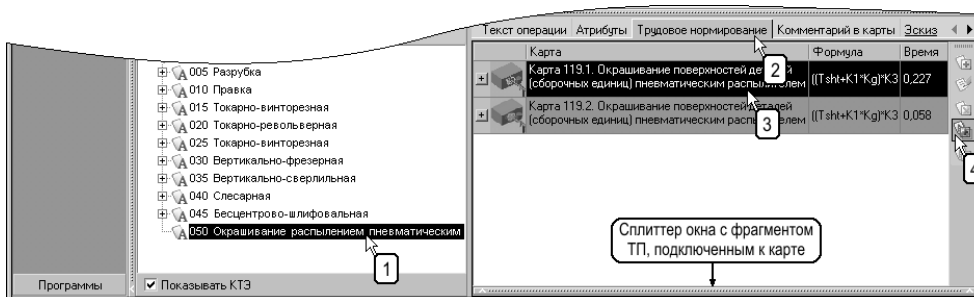

Рис. 9.44. Копирование фрагмента ТП (переходов) и карты в текст операции
Если выполнена предварительная оценка трудоемкости с помощью этого приложения, то технолог имеет оперативный доступ к тем фрагментам ТП, которые содержатся в выбранных картах нормирования. В этом случае разработка ТП в основном сводится к простому копированию данных из соответствующих фрагментов в текст технологии (рис. 9.44):
2. Окно с фрагментом ТП «по умолчанию» находится в «свернутом» положении. Для доступа к окну щелкните мышью на сплиттере внизу вкладки (см. рис. 9.44).